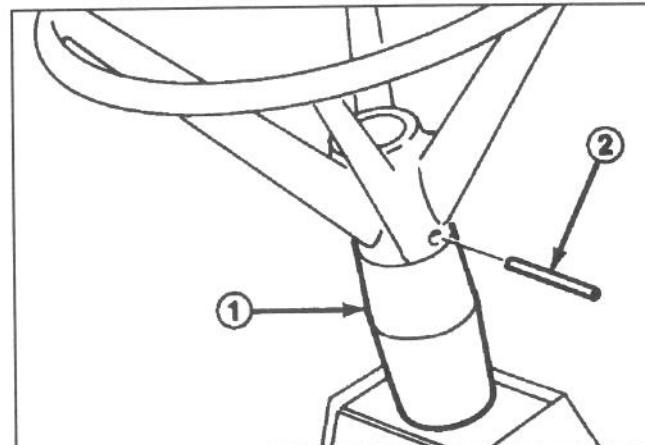

Abbildung 2
2. Das Lenkrad über die Welle schieben und das Absicherungslöch im Lenkrad mit dem in der Lenksäule abstimmen (Abb. 2). Das TORO Logo muß vom Fahrersitz lesbar sein.
4. Den Spannstift soweit eintreiben, bis er mit der Außenseite des Lenkrads bündig ist (Abb. 2).